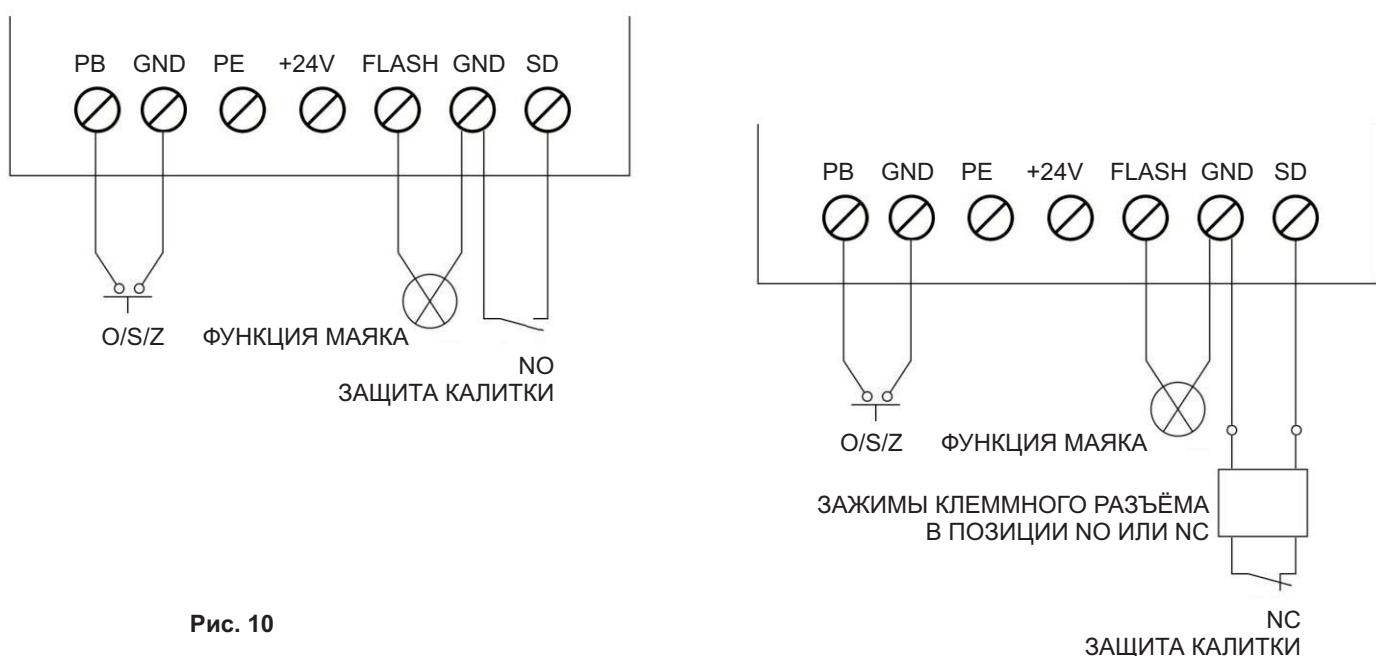

Рис. 10
Функцией O/S/Z можно управлять с помощью внешней кнопки. Выключатель должен быть в положении открытый (NO) контакты без электрического потенциала (рис. 10).
ПОДКЛЮЧЕНИЕ КНОПКИ УПРАВЛЕНИЯ – Рис. 10
- Кнопки управления O/S/Z: клемма GND, PB (рис. 10)
Эта функция интегрирована, чтобы обеспечить питание 24V-35V. Подключите маяк с 24V-28V DC, I.100mA. GND, FLASH (рис. 10)
Эта функция предотвращает открывание ворот с открытой калиткой. Предотвращает повреждение ворот. GND, SD (рис. 10)